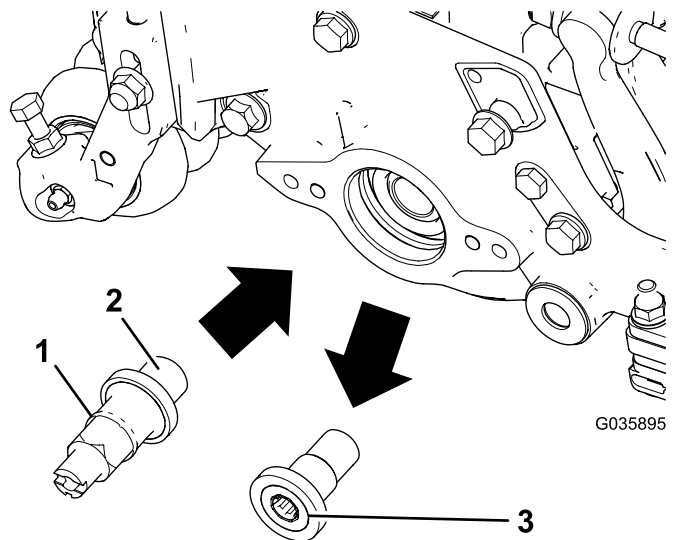

Figura 2
6. Utilice la herramienta Toro de árbol de transmisión (Pieza N° Tor4112) para retirar el inserto roscado de la unidad de corte de la transmisión del cepillo de rodillo trasero (Figura 2) y deséchelo.
8. Aplique Loctite 242 (azul) a las roscas en el árbol de transmisión adecuado (Figura 2) e instale el árbol de transmisión, apretándolo a entre 115 y 128 N·m.